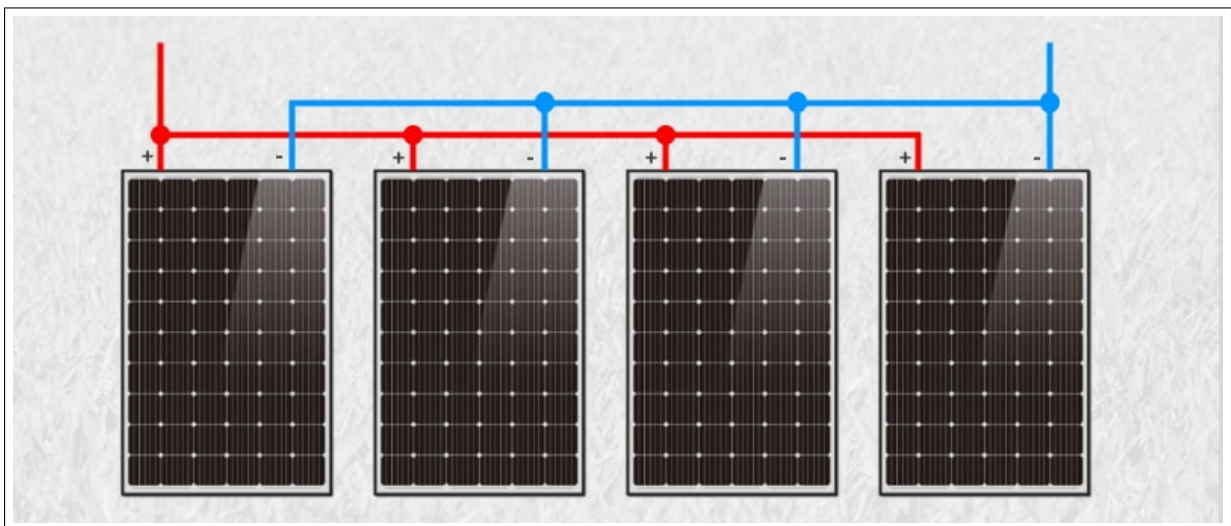

FIG. 4.5 : Association de panneaux solaires en série
- Si des panneaux solaires identiques sont montés en parallèles alors leurs courant s'additionnent et la tension reste inchangée. La figure 4.5 en est une illustration.